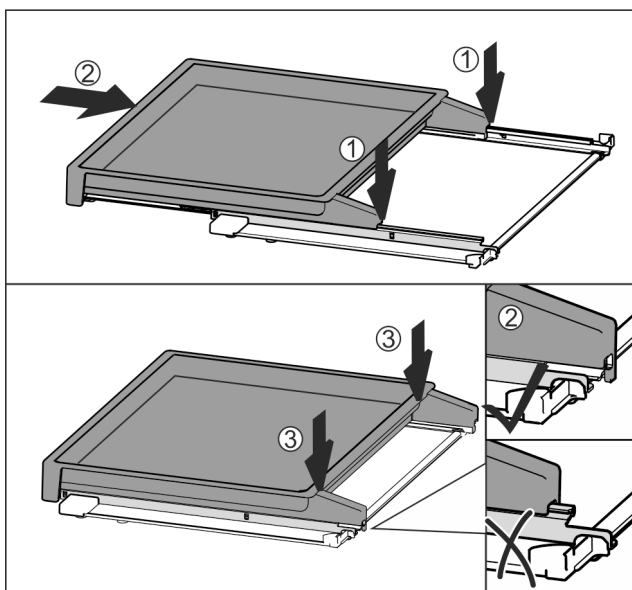

Fig. 134
- Установить по центру на направляющие Fig. 134 (1).
- Вставить вытяжную панель полностью Fig. 134 (2).
- Нажимать на задней стороне до тех пор, пока не будет слышна фиксация Fig. 134 (3).